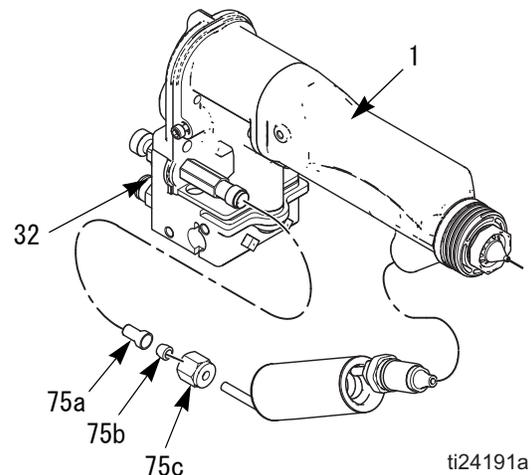

図 10 変換キット
1. タービンエア (TA) をオフにします。
5. リテーナリング (24)、エアキャップ (25)、シールド (26) を取り外します。
6. ナット (35) をゆるめて流体の取り付け金具から流体チューブ (39) とフェール (33, 34) を取り外します。ガンのバルブ入口にある他の部品 (33, 34, 36, 37, 39) を取り外します。
7. バレルのネジ山がきれい乾燥していることを確認してください。Graco の部品番号 116553 の誘電体グリスを、流体の取り付け金具のネジ山と O リングに塗布します。取り付け金具をバルブ入口に取り付けます。図 10 を参照してください。
8. ナット (75c)、フェール (75b)、およびブラケットアダプタ (75a) をチューブに通します。チューブの端を取り付け金具 (32) に通します。フェールが取り付け金具に正しく接触していることを確認します。ナット (75c) を締めます。